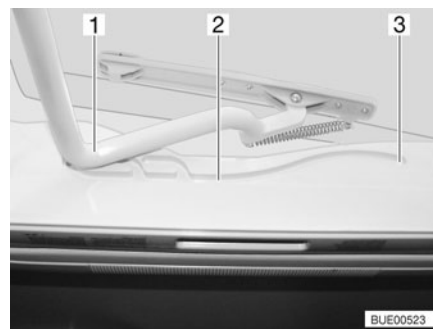

Fig. 50 Lanterneau Heki, glissière
- Tirer l'étrier (Fig. 50,1) dans les glissières (Fig. 50,2) jusqu'à la position la plus reculée (Fig. 50,3).
- Pousser l'étrier (Fig. 50,1) légèrement vers le haut avec les deux mains.
- Tirer l'étrier dans les glissières (Fig. 50,2) jusqu'à la position souhaitée.